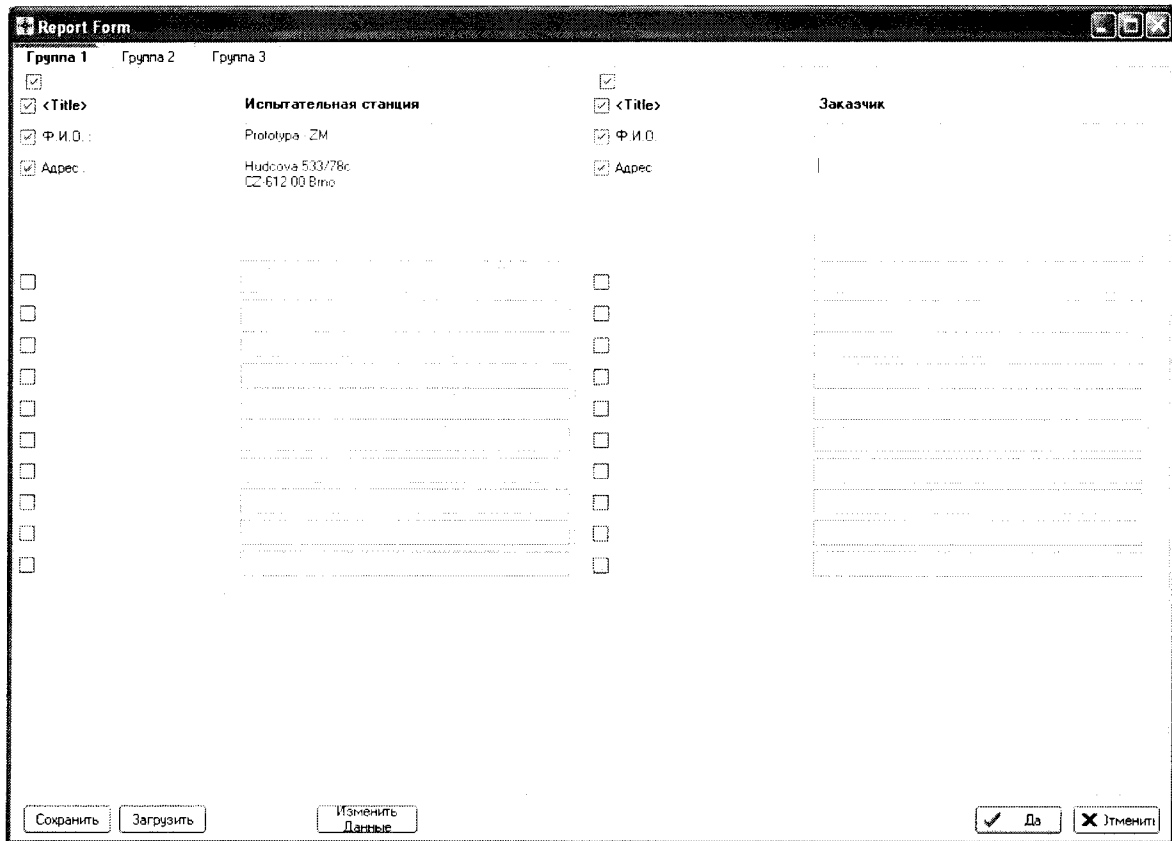

Рис. 7.2 Панель «Report form»
7.2.2.6 Нажать виртуальную кнопку «Да» в панели «Новый». Откроется панель «Report form». Сммотри рисунок 7.2.